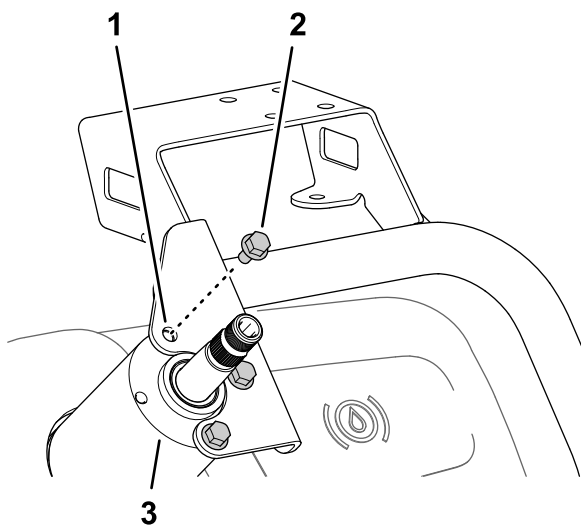

Figura 163
2. Montate il supporto del monitor sull'alloggiamento della valvola di sterzo (Figura 163) con i 3 bulloni a testa flangiata (6 x 12 mm).